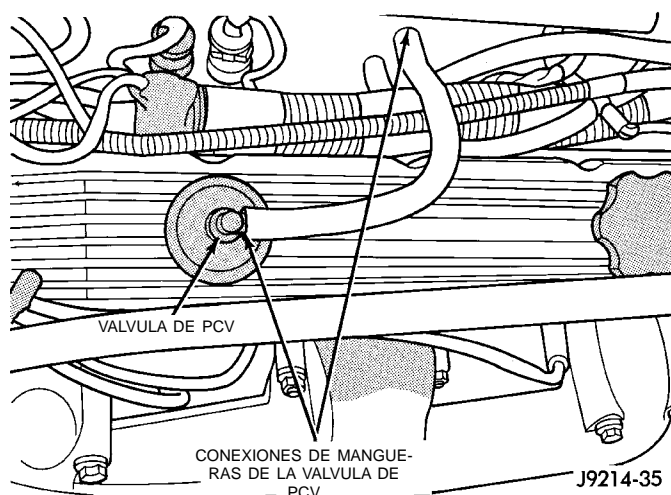

Fig. 26 Conexiones de la manguera de válvula de PCV—Motores de 5.2L/5.9L—Características
(6) Verifique que el cable de salida del generador, el conector del generador y el cable de masa estén firmemente conectados al generador.
(7) Inspeccione las masas de carrocería del sistema para determinar si existen conexiones flojas o sucias. Para informarse sobre localizaciones de masas, consulte el Grupo 8, Cableado.
(8) Verifique el funcionamiento de la válvula de ventilación positiva del cárter (PCV). Para obtener información adicional, consulte el Grupo 25, Sistema de control de emisiones. Verifique que la manguera de la válvula de PCV esté firmemente conectada a la válvula de PCV y al tubo múltiple (Fig. 26).
(9) Inspeccione las conexiones de los racores de conexión rápida al tubo distribuidor de combustible.